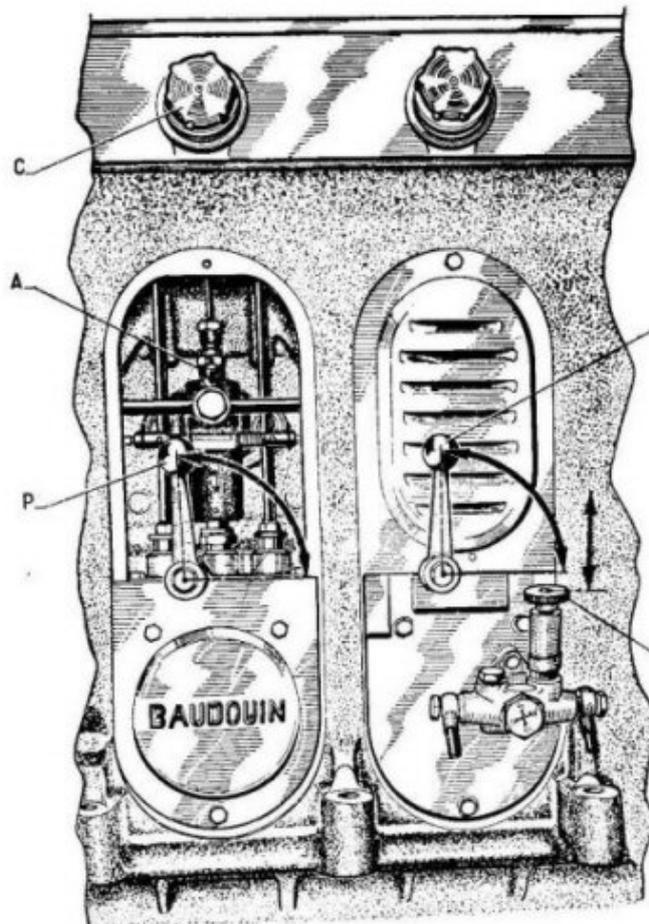

Figure 2. — Amorce du circuit de combustible.
- Si le moteur comporte une pompe d'alimentation, actionner la poignée (T) de la pompe, jusqu'à évacuation complète de l'air.
- Lorsque le combustible coule franchement par le trou de purge de la tête du filtre, remettre le levier du filtre nettoyable en marche en position « MARCHE NORMALE » (M) ou revisser la vis de dégagement d'air du filtre industriel.
b) Chasser l'air des pompes d'injection (voir figure 2)
- dévisser légèrement la vis de purge (A) située à la partie supérieure de la pompe d'injection ;
- si le moteur comporte une pompe d'alimentation, actionner la poignée (T) de la pompe jusqu'à évacuation complète de l'air ;
- rebloquer la vis de purge (A) dès que le combustible coule franchement.
c) Chasser l'air aux injecteurs (voir figure 2)
- dévisser tous les allumeurs (C) et les enlever ;